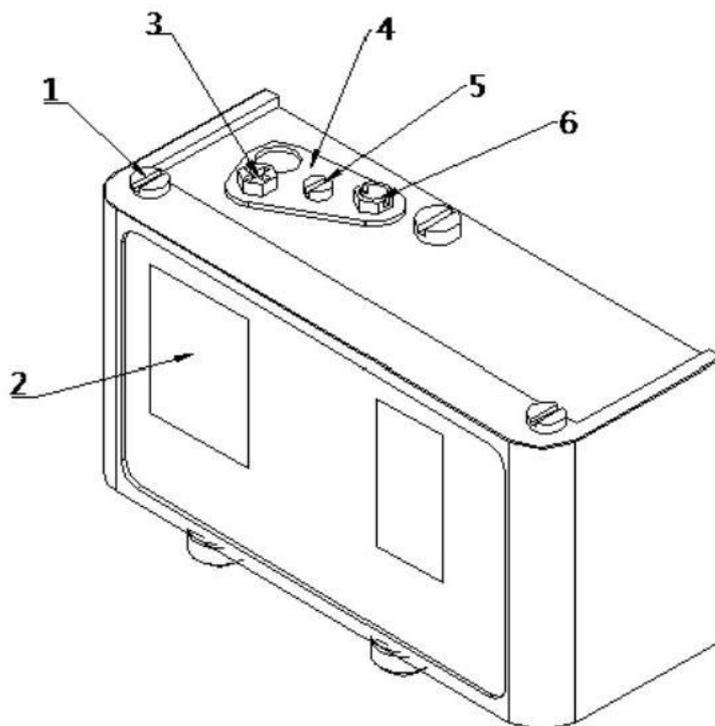

Figura 22 Controlador de alta y baja presión
3) Configure el valor de presión del número de serie 4 en el tablero de instrumentos. Cuanto menor sea la presión, más grueso será el hielo del tubo y viceversa: como se muestra en la Figura 22 a continuación: